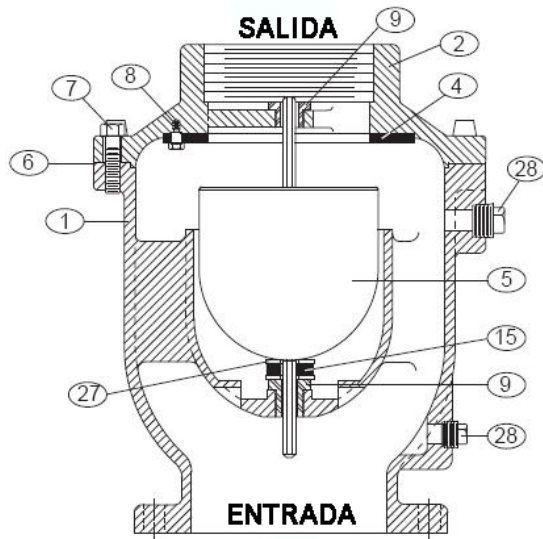

Figura 2. Válvula de aire/vacío 4"-20"
El cuerpo de la válvula de aire y vacío y la tapa estándar son de hierro fundido. Ver la Lista de materiales específicos presentada para la orden si no se trata de una construcción de hierro fundido estándar. Los componentes metálicos internos son de acero inoxidable. El flotador (5) es la única parte móvil lo que asegura una larga vida útil con un mantenimiento mínimo. Los detalles generales de construcción se ilustran en la Figura 2. El cuerpo (1) está embridado para la conexión con la tubería. El asiento elástico (4) está fijo en la tapa de fundición (2). Una capota opcional está disponible.
La válvula se puede desmontar sin sacarla de la tubería. O si así es conveniente, se puede retirar la válvula de la tubería. Todo el trabajo realizado en la válvula debe ser realizado por un mecánico experto con las herramientas apropiadas. Consulte la Figura 2.